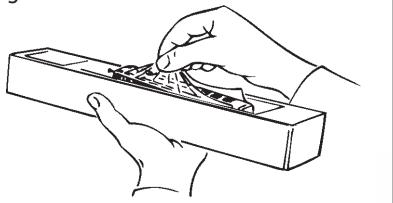

Fig. 2
**Aufrüstung:** Sie können für Ihren Fahrbetrieb unter verschiedenen Kupplungen wählen (Fig. 2). Wir empfehlen den Einsatz der ROCO-Kurzkupplung. Im beigelegten Zurüstbeutel finden Sie auch kleine vorbildgetreue Steckteile für eine erweiterte Aufrüstung Ihres Modells (Fig. 2), die Sie bitte **vorsichtig montieren**. **Achtung!** Kleben nur mit ausdrücklichem Hinweis.
**Fittings:** Operation is possible with different couplings (fig. 2). We recommend using the Roco close coupling. In the enclosed accessory bag you will find small kits to be fitted on your locomotive. Please **mount them cautiously**.
**Attention!** Use glue only if indicated (fig. 2).
**Les attelages:** En vue d'une exploitation pratique sur votre réseau vous pouvez choisir parmi plusieurs types d'attelages conformes aux différents systèmes d'attelage pratiqués en H0 (voir fig. 2). Nous vous recommandons l'emploi de **l'attelage court Roco**. Le sachet joint comprend entre autres des petites pièces de finition conformes à la réalité et à rapporter avec précaution par le modéliste (fig. 2), si désiré. **Attention:** N'utilisez de la colle qu'aux endroits expressément indiqués aux sens!